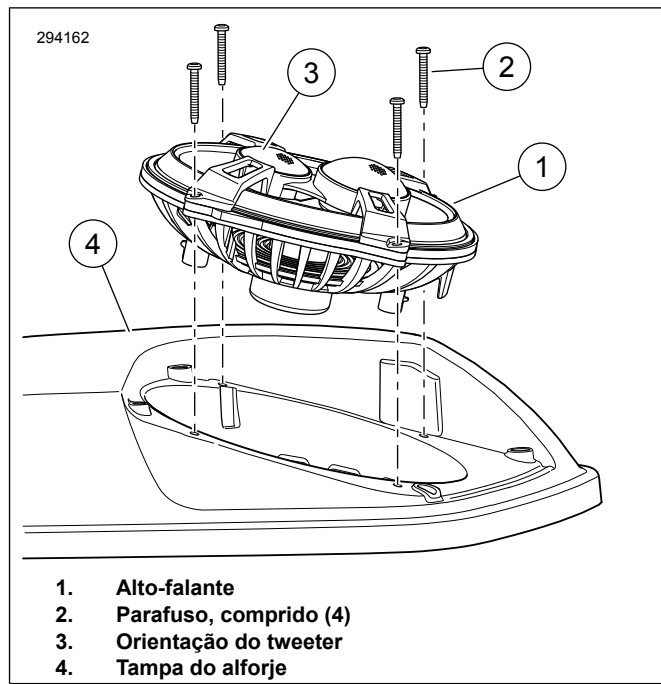

Figura 3. Orientação do auto-falante
7. Veja a figura 3. Remova os parafusos (2). Os parafusos são usados para fixar os alto-falantes na tampa do alforje.
8. Remova os alto-falantes (1).